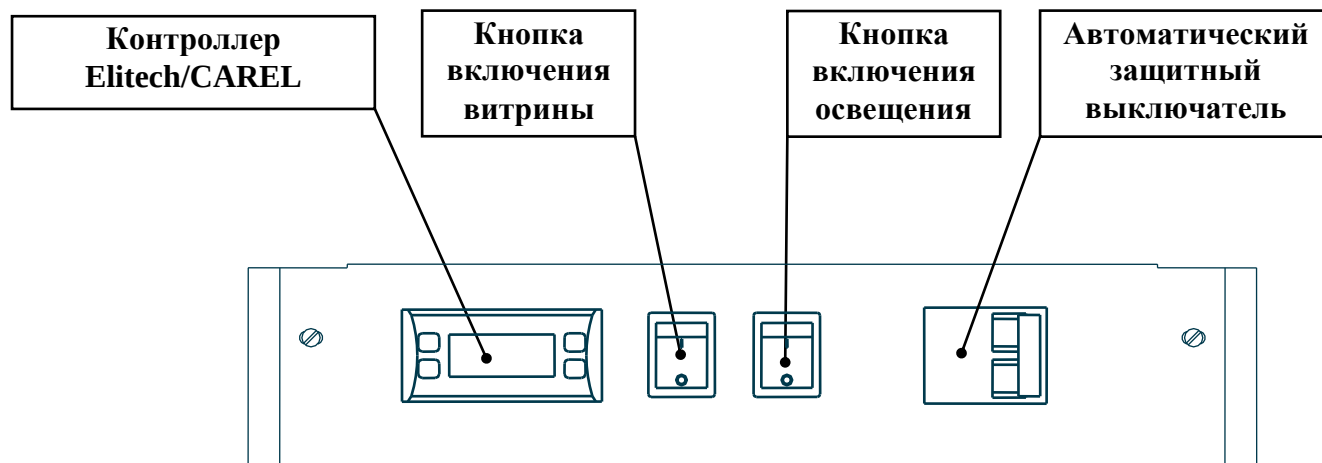

Рис. 1. Блок управления витрины «ПРИПЯТЬ»
- Электрическая система включает в себя блок управления, систему освещения и защиты оборудования. В блоке управления (рис.1) размещены: выключатели питания и освещения, электронный регулятор